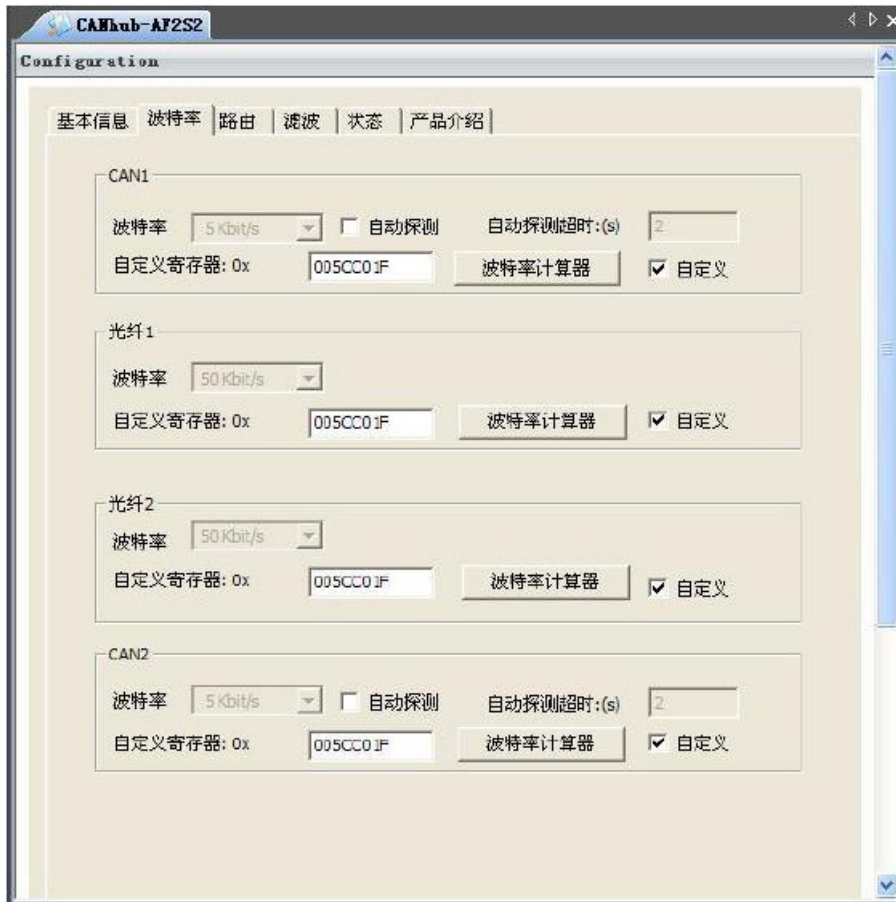

图 10.4 CAN 组网工具配置自定义波特率
- ② 使用 CAN 组网工具 V1.05 配置自定义波特率 25Kbps ，配置的波特率寄存器为 005CC01F。如图 10.4 所示